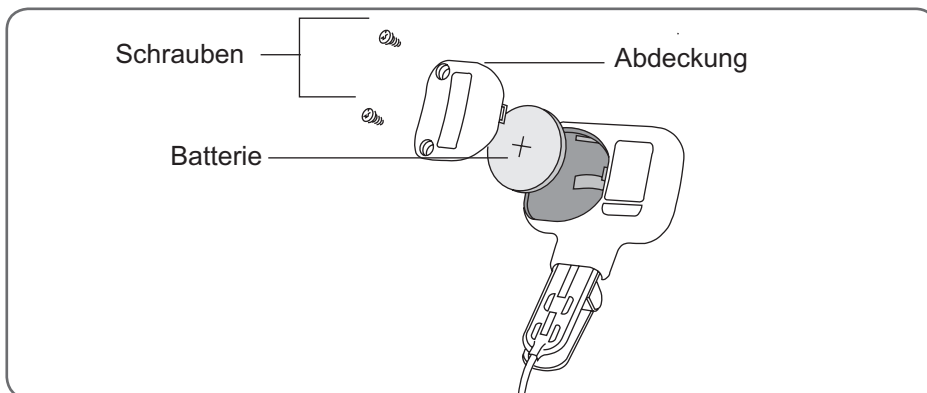

Abbildung 8-5: Batteriewechsel beim Gangsensor
1. Schrauben Sie die beiden Schrauben vom Batteriefachdeckel mit dem Kreuzschlitzschraubenzieher ab, der dem System-Kit beiliegt. (Siehe Abbildung 8-5.)